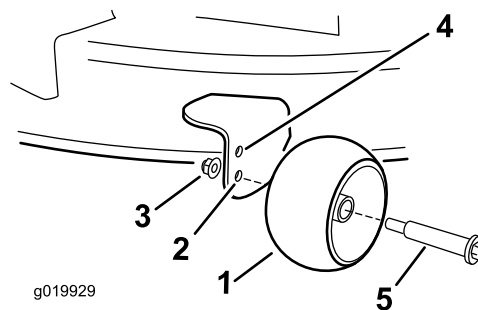

図 31
- 上の穴刈高が 63 mm 以下の場合に使用 図 31。
- 下の穴刈高が 76 mm 以上の場合に使用 図 31。